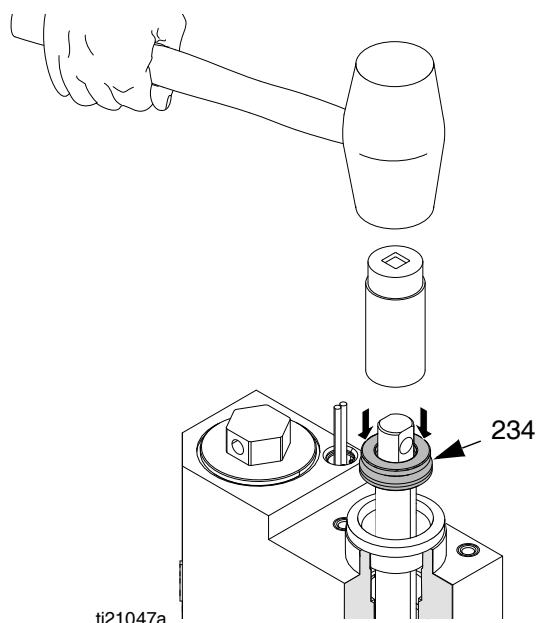

FIG. 31
2. Empuje el conjunto del eje del pistón (223) en el colector de salida del fundidor (203).
3. Engrase el sello en U del cuello (234) y deslice el sello en U sobre el eje del pistón (223) con las pestañas mirando hacia abajo.
4. Coloque una llave de tubo de 7/8 pulg. (tracción de 3/8 pulg.) sobre el eje del pistón (223) y luego use un martillo de goma para golpear suavemente el sello en U del cuello (234) y colocarlo en su lugar. Consulte la FIG. 31.